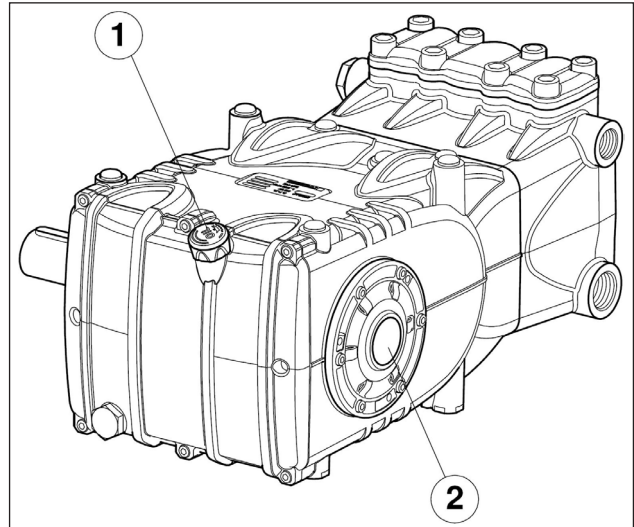

Fig. 14
5. El aceite en el cárter de la bomba se encuentre a nivel verificándolo con la correspondiente varilla (Fig. 14, pos. ①) y de forma excepcional con el testigo de nivel (Fig. 14, pos. ②②).